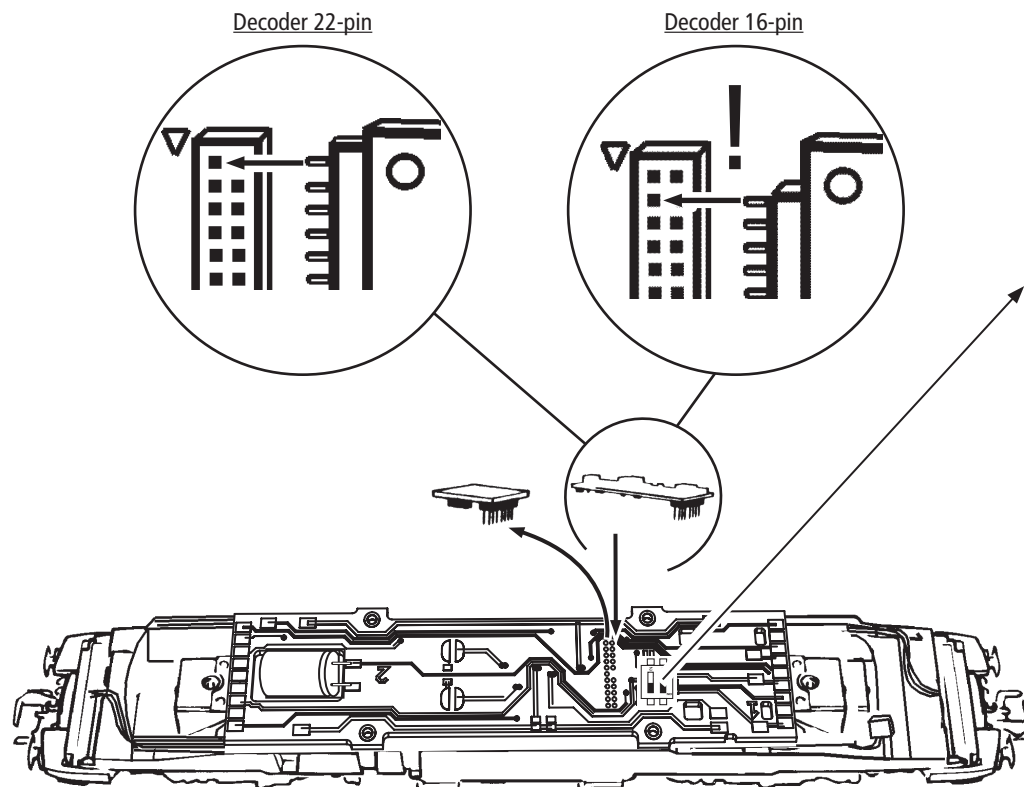

Fig. 7
2. Schmierung: Versehen Sie die im Schmierplan in Fig. 7 gekennzeichneten Stellen mit nur **kleinen Öltropfen**. Dazu zuerst das Lokgehäuse abnehmen (Fig. 4). Wir empfehlen den **ROCO Öler Art.-Nr. 10906**. Fürs Schmieren der Getriebeteile (Zahnräder, Schnecke) empfehlen wir das **ROCO-Spezialfett Art.-Nr. 10905**. Im Falle der Schmierung diese Teile **nicht ölen**.
2. Lubrication: Apply **tiny oil drops** to spots marked in fig. 7. Prior to lubrication dismantle locomotive (fig. 4). We recommend using item no. **10906, Roco oiler**. For lubrication the gearparts (e.g. cogwheels, worm) we would recommend our Roco **special grease** (item no. **10905**). **Attention:** Please do not oil these parts when using our grease.
2. Graissage: N'appliquez **qu'une toute petite goutte** aux endroits indiqués par le plan de graissage (fig. 7) après avoir démonté la caisse de la locomotive (fig. 4). Nous vous recommandons le **graisseur à huile Roco réf. 10906**. Pour graisser les engrenages (roues dentées, vis sans fin) nous vous conseillons la **graisse spéciale Roco réf. 10905** pour engrenages en matières synthétiques. Lorsque vous utilisez cette graisse il faut éviter d'huiler ces composants.